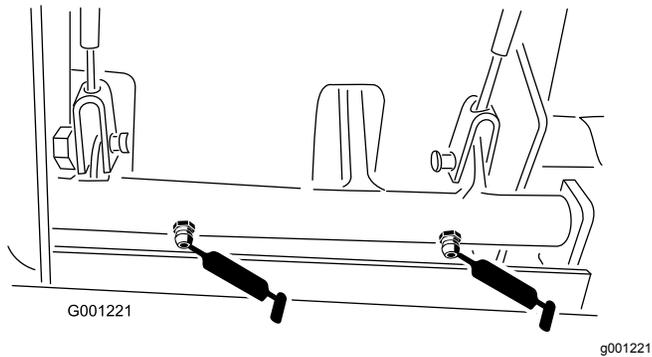

**Figura 37**
- Boccole girevoli del braccio di sollevamento (Figura 37)